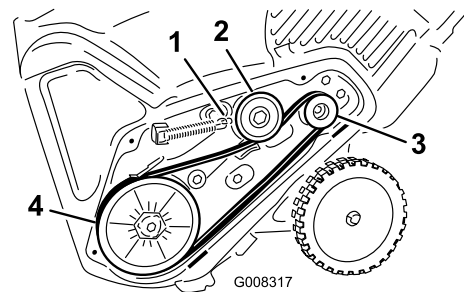

Figura 32
5. Instale la correa de transmisión nueva, enrutándola como se muestra en la Figura 32.
8. Instale el muelle del freno en el brazo tensor (Figura 32).